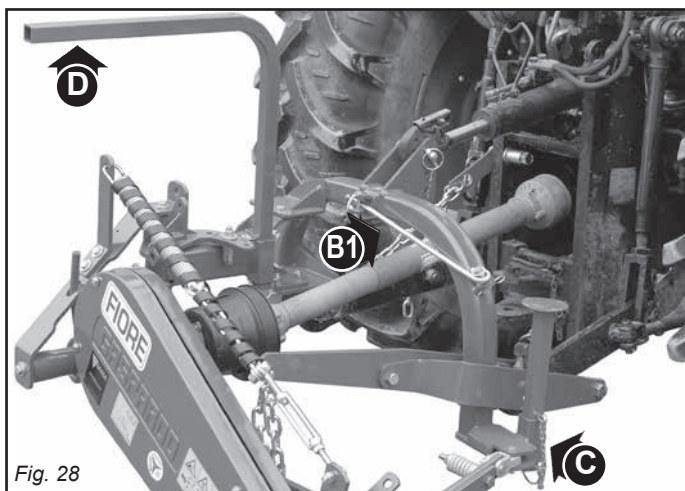

Fig. 28
- Die zwei Stützen Bild (C und D, Abb. 28) abziehen und in umgekehrte Position in den gleichen Löchern wieder einstecken.
- Den Sicherheitshaken (B1, Abb. 28) herausziehen und in der Stelle ein-stecken.